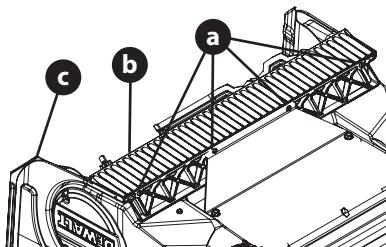

Figure 20
- Retirez les quatre vis à tête étoilée (a) qui retiennent la plaque de râlage (b) au carter de la tarière (c) (Figure 20).